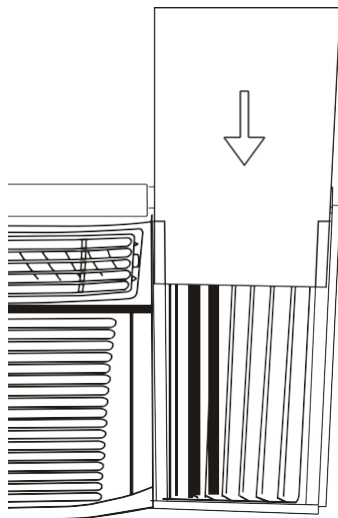

Fig. 13
Étape 3. Faites glisser le panneau d'isolation R1 dans le rideau latéral, la face avec motif doit être située vers l'intérieur (Fig. 13).